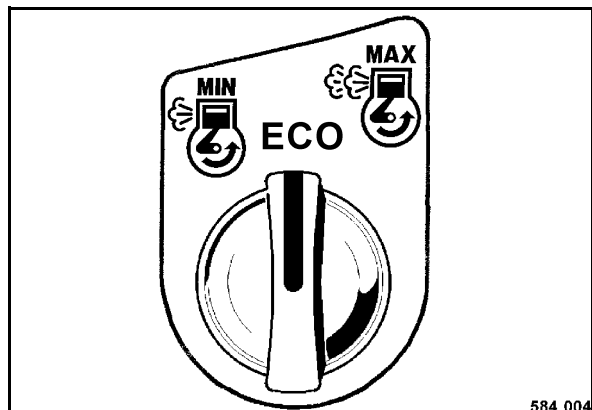

Fig. 122
- En la distancia de arranque colocar el interruptor giratorio para la velocidad del motor (Fig. 122) a „ECO“ (automático).